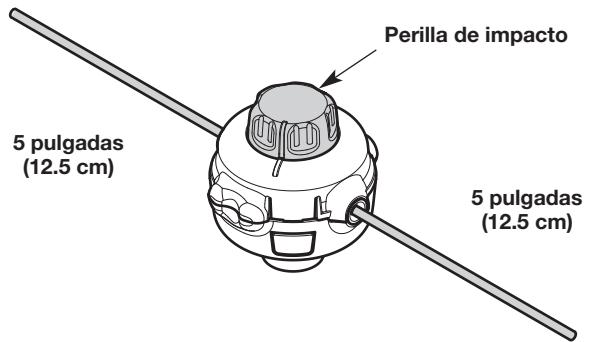

Fig. 25
- Gire la perilla de impacto para enrollar el hilo hasta que sobresalga aproximadamente 5 pulgadas (12.5 cm) de cada lado del cabezal de corte (Fig. 25).